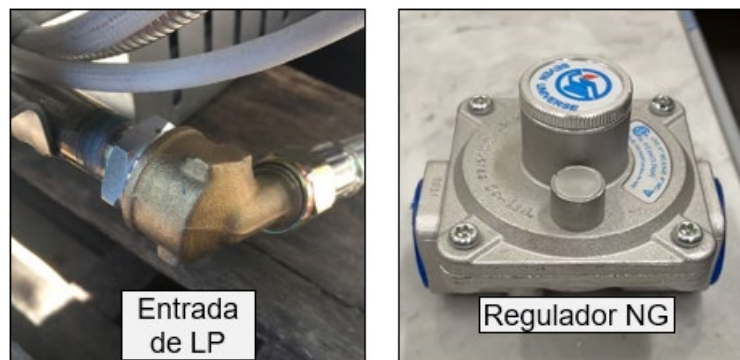

Ilustración 41 Entradas de gas
- Entrada de GLP: accesorio de latón en ángulo de 90° (Ilustración 41, izquierda), abertura de 1/2" en un lado y de 3/8" en el otro.
- Entrada de gas natural: regulador con abertura de 1/2" a cada lado (Ilustración 41, derecha); una flecha o las palabras ENTRADA y SALIDA deben indicar la dirección del flujo de gas. Si el regulador se instala de manera incorrecta, no funcionará y el gas no fluirá.